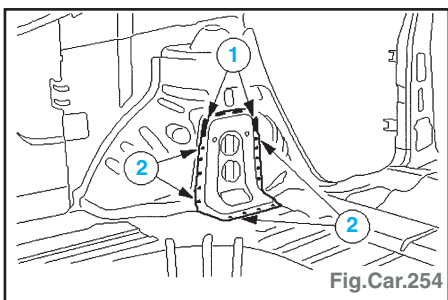

Fig.Car.254
• meuler les cordons de soudure (1) et fraiser les points de soudure (2) (Fig.Car.254).